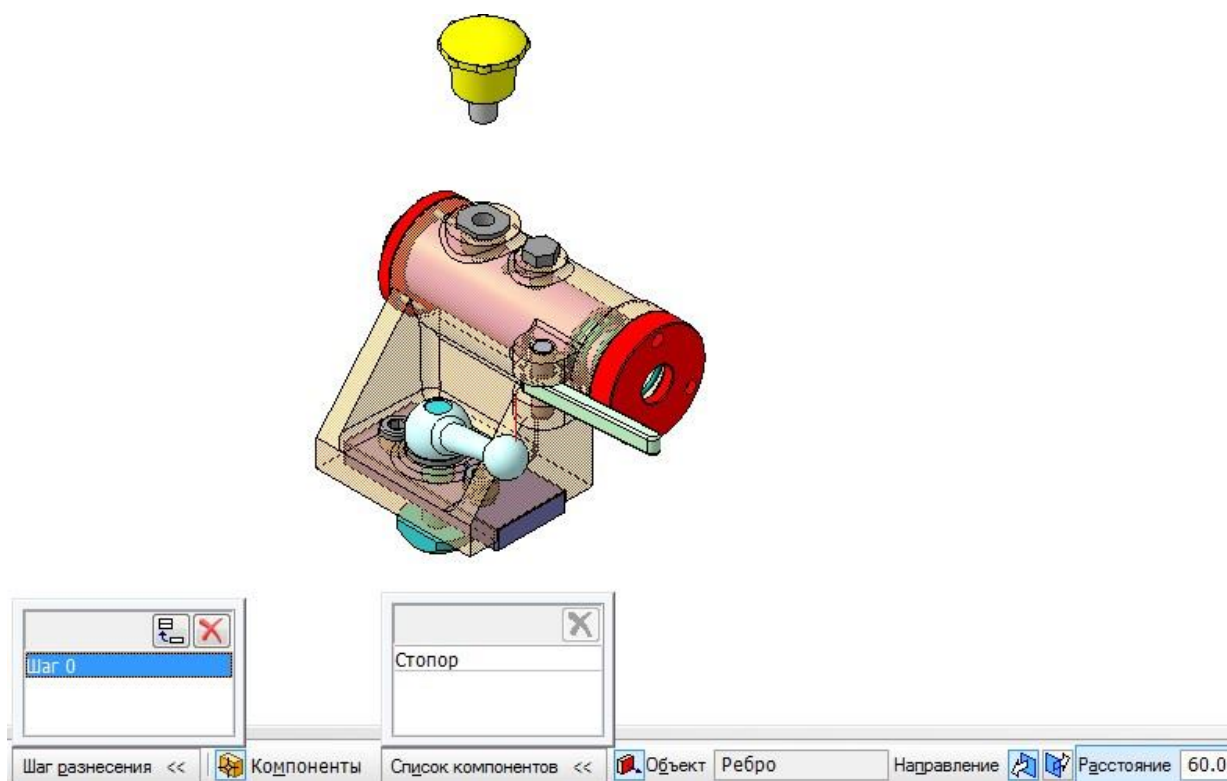

Рис. 113
- на **Панели свойств** в раскрывающемся списке **Шаг разнесения** (рис. 113) нажмите на кнопку  **Добавить** (будет создан шаг разнесения под номером **0**);